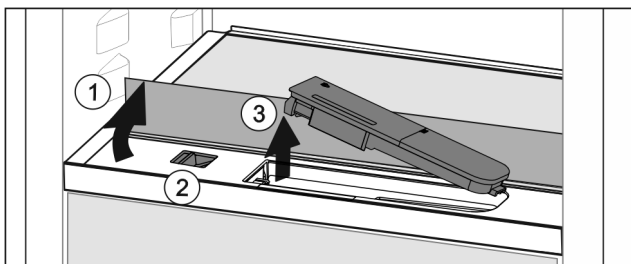

Fig. 46
- ▶ Glasplaat heffen en tot de aanslag naar achter klappen Fig. 46 (1).
- ▶ Schuif Fig. 46 (2) naar links schuiven.
- ▶ Waterreservoir eruit halen Fig. 46 (3).